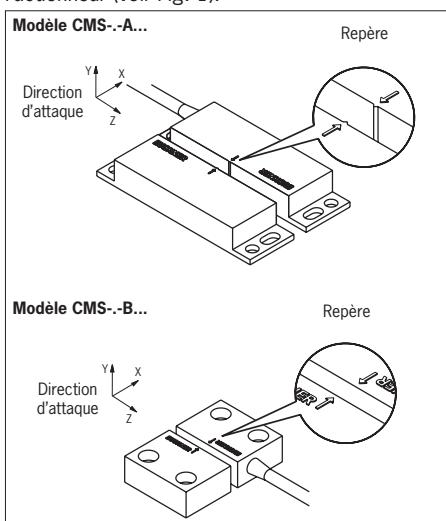

Fig. 1 : Alignement tête de lecture et actionneur
La position de montage de la tête de lecture et de l'actionneur est à définir selon votre choix. Respecter l'alignement de la tête de lecture par rapport à l'actionneur (voir Fig. 1).
- les faces actives de la tête de lecture et de l'actionneur soient placées face à face et coïncident lorsque le protecteur est fermé (voir Fig. 1)
- En cas de vitesse d'attaque faible entre la tête de lecture et l'actionneur, la direction d'attaque Z (voir Fig. 1) doit être évitée.